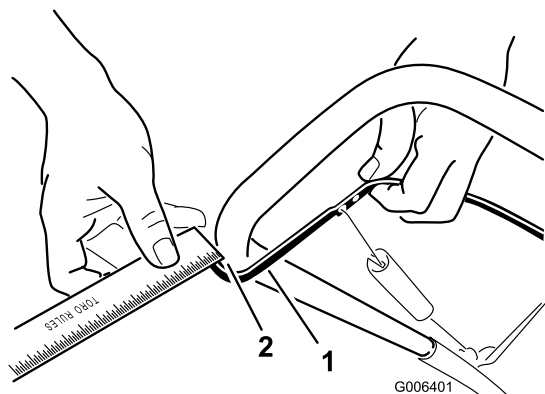

Figure 26
Rapprochez la barre de commande du guidon pour tendre le câble de commande (Figure 26).
Remarque: Vérifiez que la barre de commande et le guidon sont espacés de 2 à 3 mm (1/16 à 1/8") (Figure 26).
2. Accrochez le raccord en Z à un trou plus haut ou plus bas sur la biellette de réglage de manière à obtenir un écart de 2 à 3 mm (1/16 à 1/8") entre la barre de commande et le guidon (Figure 26).